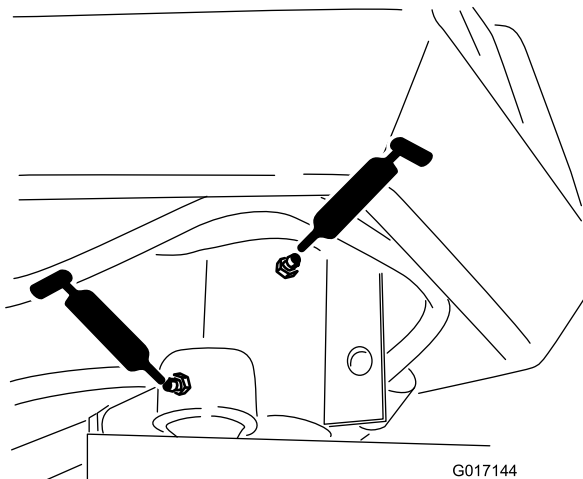

Figure 40
- Axe de fourche de direction (1) (Figure 40)
- Extrémité de tige de vérin de direction (Figure 40)